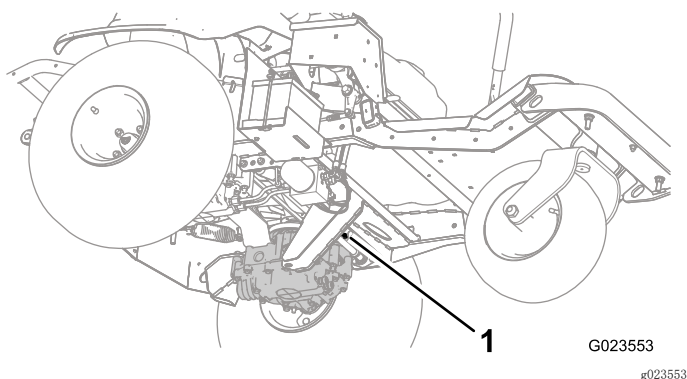
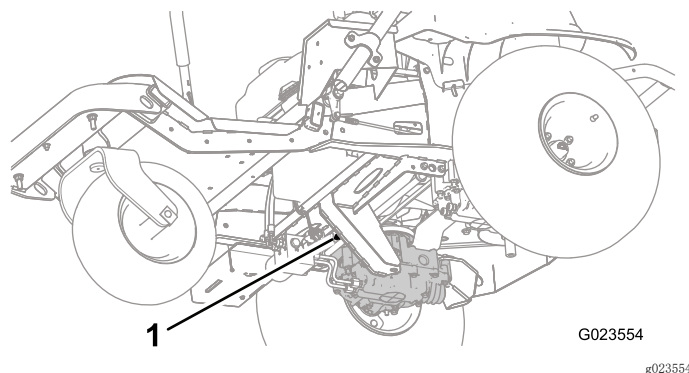
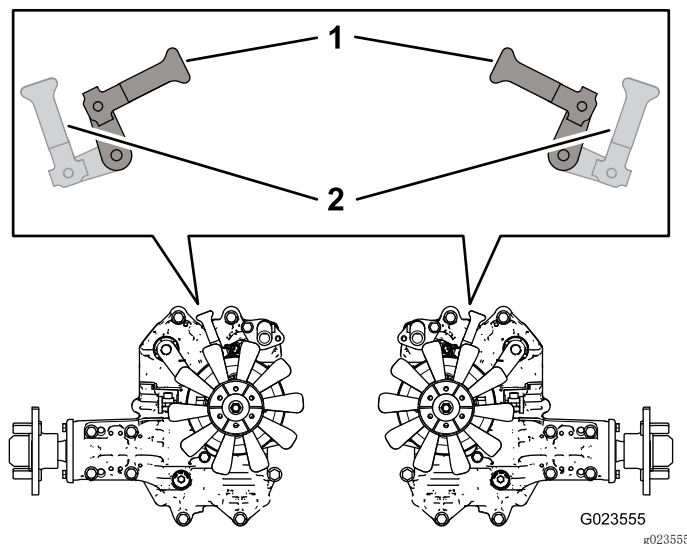

图27
图28
图29
2. 从机器下方旋转旁通阀控制杆（图27 和 图28），让它们朝内指向机器中心（图29），并分离手刹；请参阅 使用手刹（页码 20）。
3. 当您完成推动或拖曳机器时，旋转旁通阀控制杆，让它们指向机器前方，令机器可以驾驶（图29）。